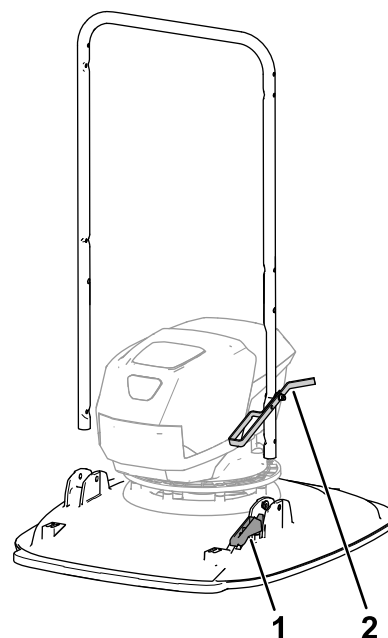

Figur 5
1. Monter 2 T-bøsninger i styrebøjleflangerne, der sidder på plæneklipperskjoldet (Figur 5).